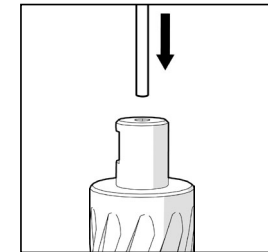

Fig. 6
- Inserte el pasador del piloto en el cortador asegurándose de que se desliza suavemente. (Fig. 6)